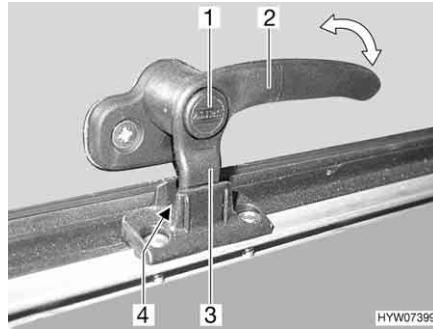
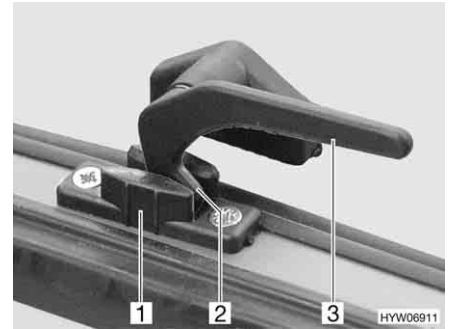

Fig. 76 Leva di serraggio con bottone di sicurezza in posizione "Aerazione continua"
Fig. 77 Leva di serraggio in posizione "Aerazione continua"
- In posizione di "Aerazione continua" (Fig. 76 e Fig. 77)
- Se presente, premere e tenere premuto il bottone di sicurezza (Fig. 76,1).
- Ruotare la leva di serraggio (Fig. 76,2 o Fig. 77,3) di un quarto di giro verso il centro della finestra.
- Girare nuovamente all'indietro la leva di serraggio. Riportare contemporaneamente il nasello di chiusura (Fig. 76,3 o Fig. 77,2) della leva di serraggio nella rientranza della chiusura della finestra (Fig. 76,4 o Fig. 77,1).
- Se presente, rilasciare il bottone di sicurezza (Fig. 76,1).